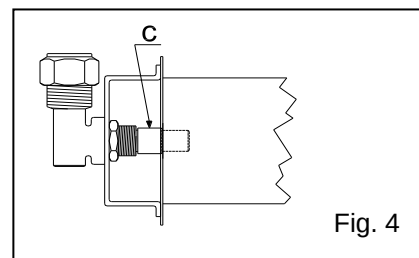

Fig. 4
5.1 Remplacement de l'injecteur du brûleur (Fig. 4)